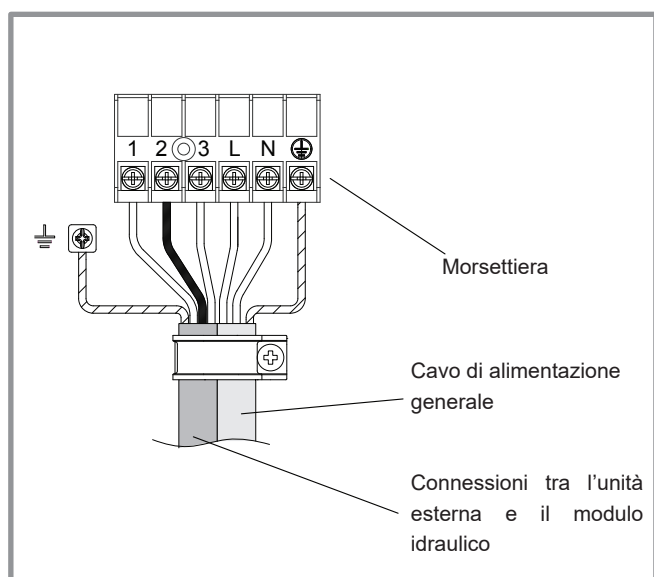

figura 37 - Connessioni al morsetto dell'unità esterna
- Utilizzare la placca di fissaggio per tenere i cavi contro la placca isolante (rap. 1-3 figura 37). **Fissare i cavi in modo tale che non siano in contatto con i tubi e le valvole** (rap. 4).